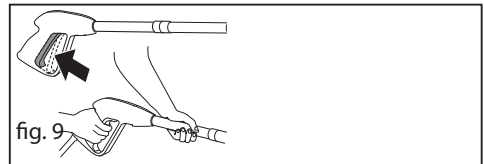

fig. 9
5. Presionar la palanca de la pistola para eliminar el aire presente en la bomba y esperar hasta que salga por la boquilla un flujo de agua constante (fig. 9).